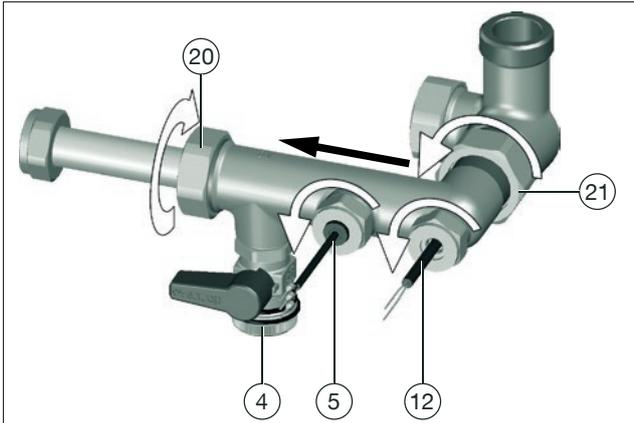

Fig. 37: Limpieza de la turbina de medición
(4)	Válvula de bola de llenado y lavado de agua potable (fría)
(5)	Sensor de caudal del circuito de agua potable VTY 20
(12)	Sensor de temperatura de agua potable (fría) / circulación, S3
(20)	Tuerca para el lado del intercambiador de calor
(21)	Tuerca del suministro de agua potable
- Afloje la tuerca del sensor de caudal (posición (5) Fig. 37) con una llave de 12 mm.
- Afloje la tuerca del sensor de temperatura de agua potable (fría) / circulación (posición (12) Fig. 37)
- Retire cuidadosamente el sensor de caudal (posición (5)) y el sensor de temperatura de agua potable (fría) / circulación (posición (12)).
- Afloje la tuerca del suministro de agua potable (posición (21) Fig. 37) con una llave de 38 mm.
- Aflojar la tuerca del lado del intercambiador de calor (posición (20) Fig. 37) con una llave de 37 mm.
- Limpie el manguito con la turbina de medición. Retire cualquier residuo, como cañamo, con agua (en movimiento). Dirija el caudal da agua por el componente en sentido opuesto a la dirección del caudal (desde pos. (20) a pos. (21) en Fig. 37). Ahí es donde una manguera de agua con una boquilla pulverizadora
4. Instale el sensor de caudal (posición (5) Fig. 37) y el sensor de temperatura de agua potable (fría) / circulación (posición (12) Fig. 37).